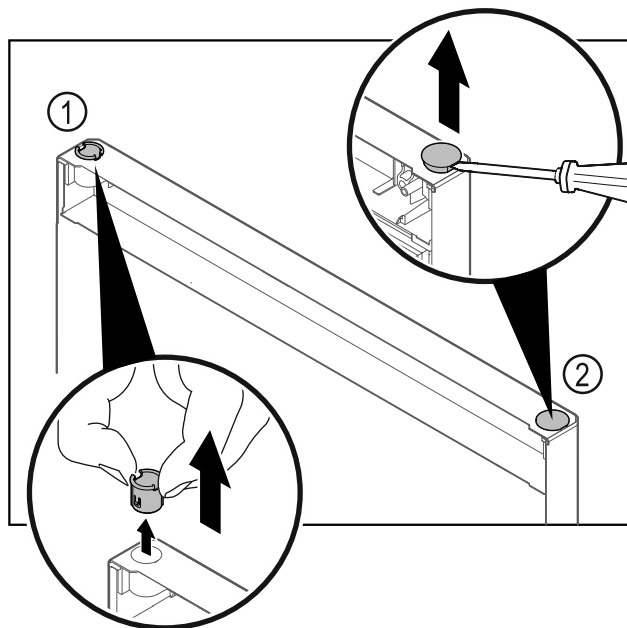

Fig. 40 Dør fryseseksjon
- ▶ Trekk ut hengselbøssingen Fig. 40 (1) med fingrene.
- ▶ Løft dekkstøpelet Fig. 40 (2) forsiktig opp med en skrutrekker, og trekk det av.